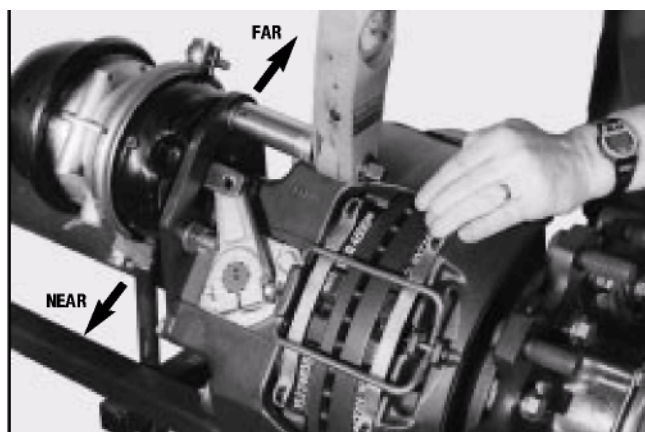

РИС. 24
5. Прикрепите тормозную камеру к блоку суппорта. (Рис. 24). Затяните гайки тормозной камеры (с шайбами) до величины затяжного момента, указанной в таблице 2 (стр.12)